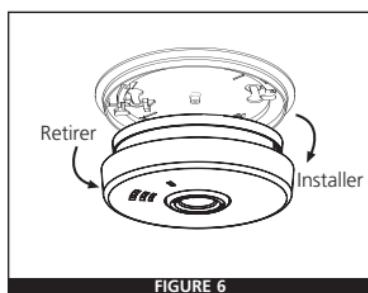

FIGURE 6
1. Pour activer le détecteur, installez-le sur le support (Figure 6) et faites pivoter le détecteur dans le sens des aiguilles d'une montre (comme indiqué sur le couvercle du détecteur) jusqu'à ce qu'il se bloque.